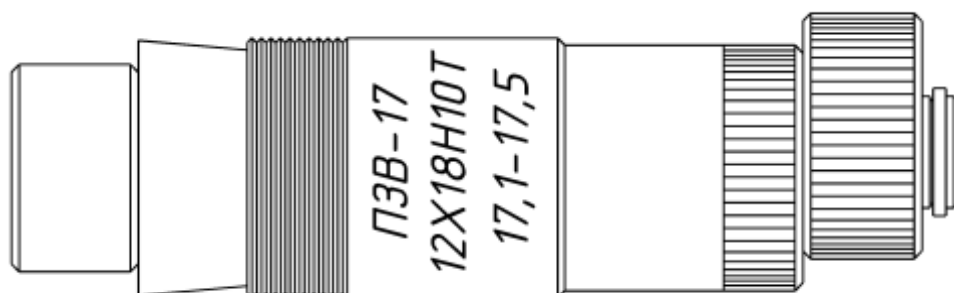

Рис. 2. Пример маркировки ПЗВ
**Пример: Пробка-заглушка для труб с внутренними диаметрами 17,1 – 17,5 мм, изготовленная из стали марки 12Х18Н10Т (рис. 2).**